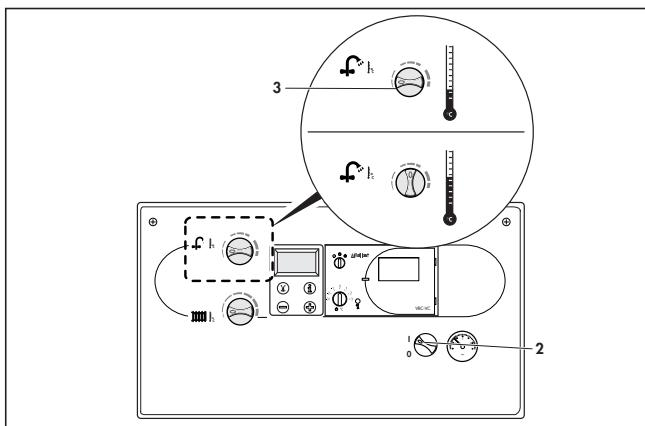

Рис. 5: Режим приготовления горячей воды
При жесткости воды больше 3,5 мг.экв/л (1,79 моль/м³) поворотную ручку (3) рекомендуется устанавливать максимум в среднее положение (рис. 5).